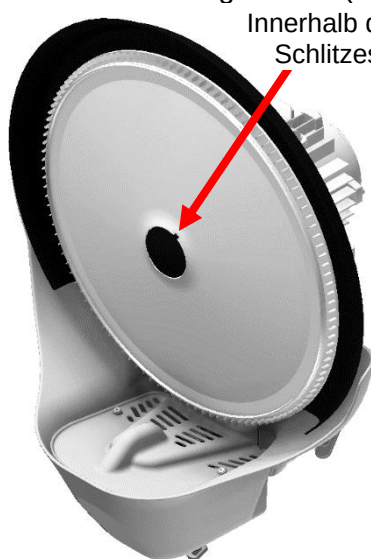

Abb. 4.4.1
- Entfernen Sie die zentrale Kappe der Drehscheibe, indem Sie sie mit einem kleinen Schlitzschraubendreher herausdrücken (Abb. 4.4.1).